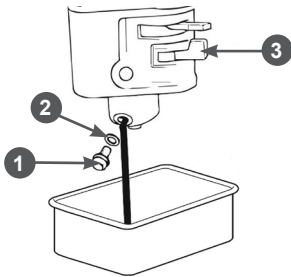

Рис. 23 Обслуживание карбюратора
1. Установите рычаг 3 топливного крана (Рис. 23) в положение «ЗАКРЫТО».
3. Открутите болт 1 сливного отверстия и слейте топливо из поплавковой камеры карбюратора (Рис. 23).